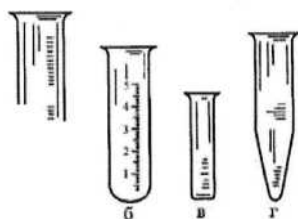

Рис. 1. Пробирки, а - простая; б - градуированная; в - микропробирка; г - коническая центрифужная
1. Пробирки (рис. 1) используют для проведения опытов с небольшими количествами реактивов. Объем реактива в пробирке не должен превышать 1/4 её объема.